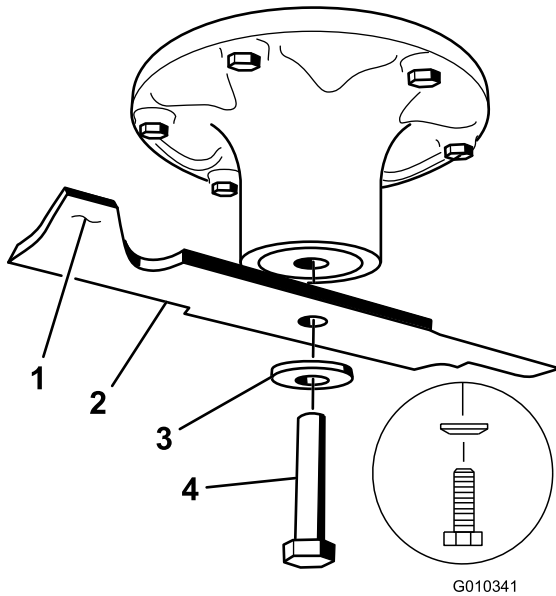

Figure 59
Tenez la lame par son extrémité avec un chiffon ou un gant épais. Enlevez de l'axe, le boulon (en le tournant dans le sens antihoraire), la rondelle bombée et la lame (Figure 59).
est déséquilibrée, limez un peu l'extrémité de la partie relevée seulement (Figure 59). Répétez cette procédure jusqu'à ce que la lame soit équilibrée.
1. Placez la lame sur l'axe (Figure 59).
2. Installez la rondelle élastique et le boulon de la lame (en le tournant dans le sens horaire). Le côté bombé de la rondelle élastique doit être dirigé vers la tête du boulon (Figure 59). Serrez le boulon à un couple de 135 à 150 Nm (100 à 110 pi-lb).